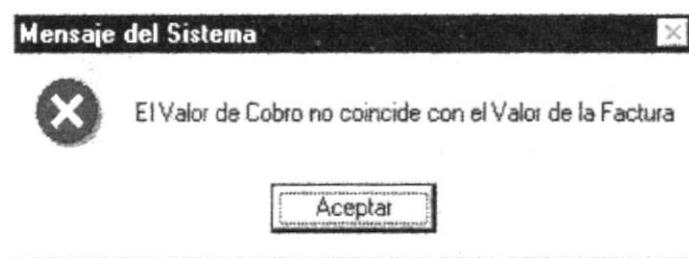

Figura 9.10 Mensaje de Error
- Si el Reparto que escogió no tiene asignada Unidad Financiera asignada aparece el siguiente mensaje. **Figura 9.10**
10. Si el o los valores que ingresó no coinciden con el valor de la factura aparece el siguiente mensaje. **Figura 9.10**, haga click en **Aceptar** e ingrese el valor respectivo.